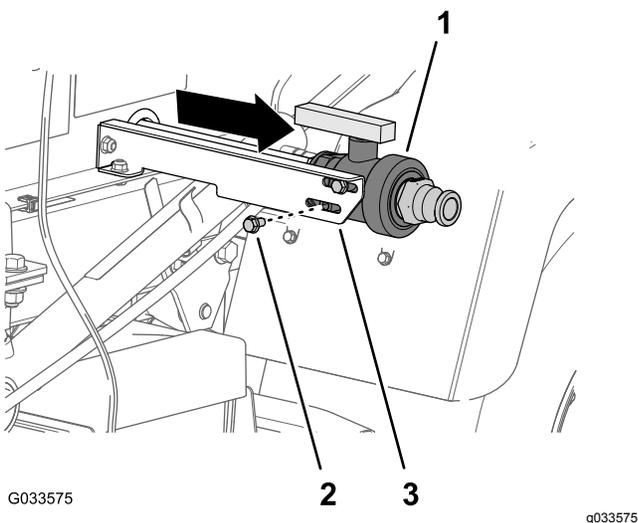

Рисунок 14
3. Установите, не затягивая, сливной клапан на кронштейн сливного клапана (Рисунок 14) при помощи двух болтов с фланцевыми головками (5/16 x 5/8 дюйма), снятых при выполнении пункта 2.
4. Переместите сливной клапан в пазах кронштейна до упора наружу и затяните два болта с фланцевыми головками вручную (Рисунок 14)